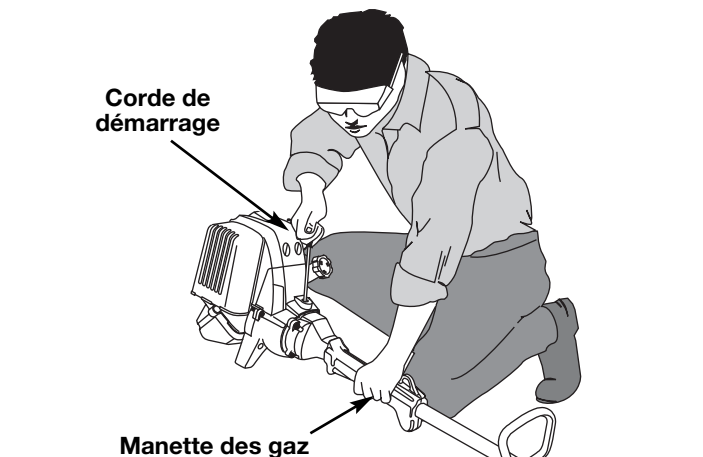

Fig. 13
5. Levez-vous en position de départ et **n'appuyez pas sur la manette des gaz** (Fig. 13). Tirez sèchement sur le cordon de démarrage jusqu'à 5 à 10 fois.